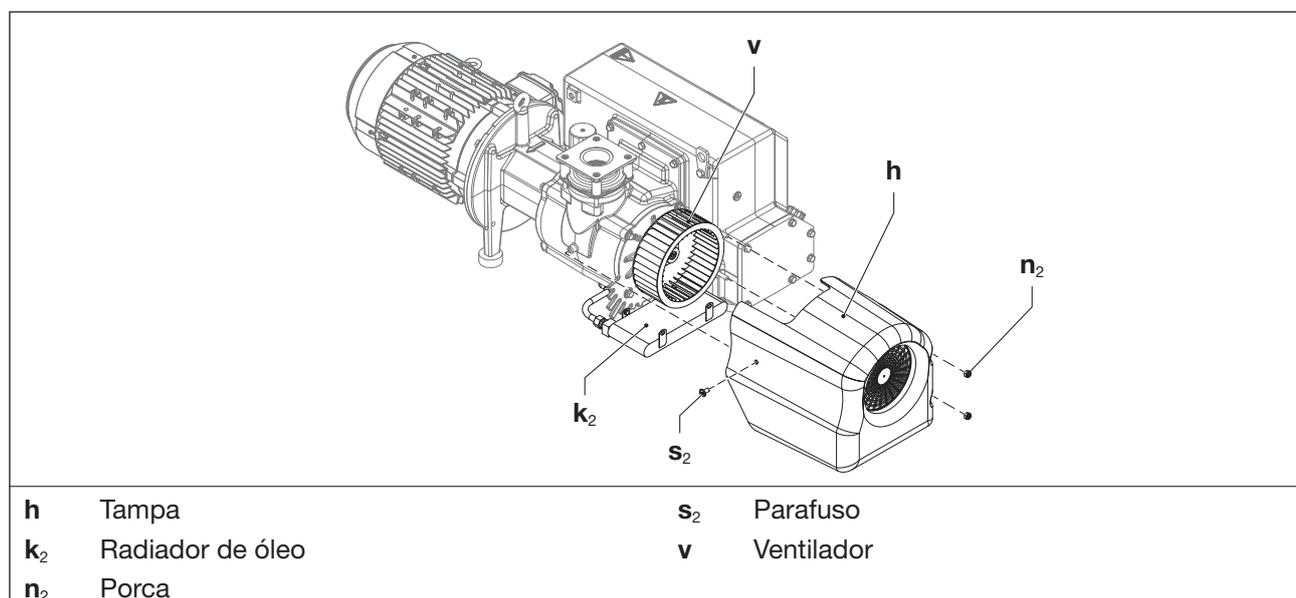

Fig. 9 Radiador de óleo
- Soltar um parafuso (Fig. 9/s2) e duas porcas (Fig. 9/n2) na tampa.
- Retirar a tampa (Fig. 9/h) da bomba.
- Soprar o radiador de óleo (Fig. 9/k2) e limpar a parte externa (limpar com pano úmido).
- Limpar/soprar o ventilador (Fig. 9/v) e verificar quanto a danos. Operar a máquina somente com ventilador tecnicamente perfeito.
- Limpar/soprar as fendas de ventilação na tampa (Fig. 9/h).
- Deslizar a tampa de volta na bomba e fixar com o parafuso (Fig. 9/s2) e as porcas (Fig. 9/n2). Torque de aperto: 5 Nm